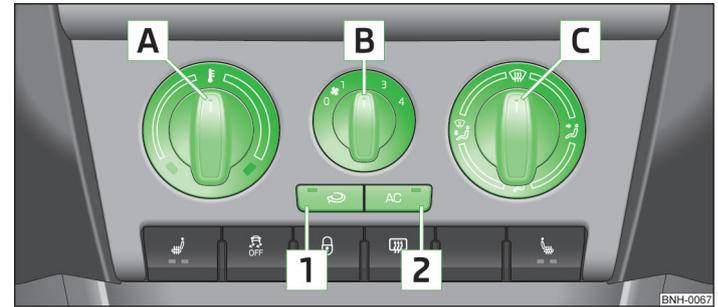

Fig. 60 Climatiseur : organes de commande
Le système de refroidissement ne fonctionne que si la touche **AC** **2** » fig. 60 » page 62 est enfoncée et si les conditions ci-après sont remplies :
- Faites tourner le sélecteur **A** » fig. 60 vers la droite pour augmenter la température.
- Faites tourner le bouton de commande de soufflante **B** » fig. 60 sur l'une des positions 1 à 4 pour mettre la soufflante en marche.
- Le bouton de régulation de la répartition de l'air **C** » fig. 60 permet de diriger le flux d'air » page 60.
- Appuyez sur la touche **AC** **2** » fig. 60 : le voyant s'allume dans la touche.
- Organes de commande **A** » fig. 60 » page 62, **B**, **C** et les touches **1** et **2**.
➤ Appuyez sur la touche  **1** » fig. 60 » page 62 : le voyant s'allume dans la touche.
➤ Appuyez à nouveau sur la touche  **1** » fig. 60 » page 62 : le voyant s'éteint dans la touche.
La circulation d'air de recyclage s'arrête automatiquement lorsqu'on place le régulateur de répartition de l'air **C** » fig. 60 » page 62 sur la position . Un appui répété sur la touche  permet de réactiver le recyclage de l'air intérieur également dans cette position. ▶